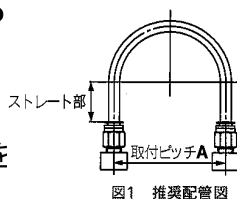
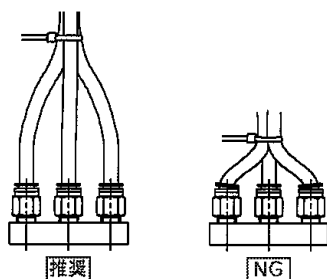

図1 推奨配管図
図2 結束バンドで配管を束ねた場合
- (1) ワンタッチ管継手に配管する際は図1の推奨配管条件にて、チューブ長さに余裕を持った配管をお願い致します。また、結束バンドなどで配管を束ねる場合には継手に外力が加わらないように配管願います。(図2参照)